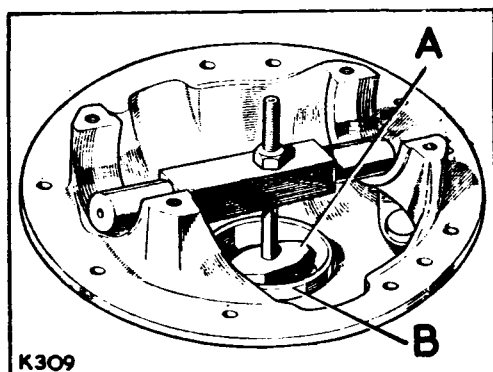

Fig. E1-42.- Desmontaje a presión de la pista exterior de rodamiento.
1.08.- A presión se desmontan las pistas exteriores de los cojinetes, B (Fig. E1-42) haciendo uso del extractor especial, A (262757). Extraer también los suplementos de reglaje de altura del piñón.